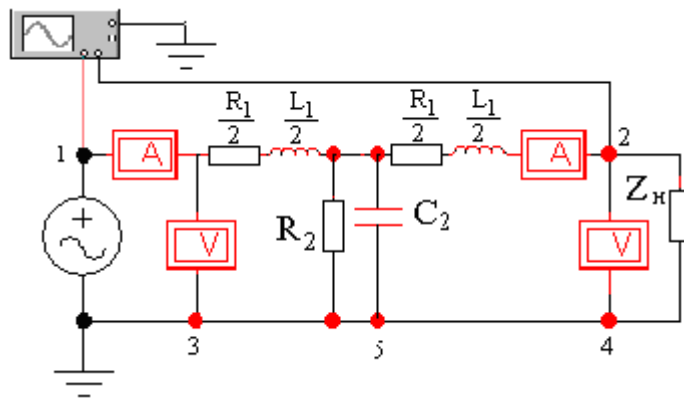

Рисунок 5.2 - Экспериментальная схема
5.2.2 Собрать электрическую схему (см. рисунок 5.2).